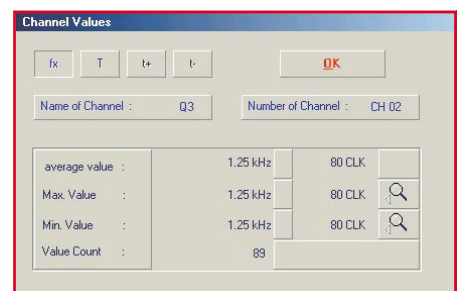

Bild 9: Nach Klicken auf das Fragezeichensymbol erhält man Informationen zum jeweiligen Signal
- Durch Klicken auf die rechts neben dem Signalverlauf angeordneten Fragezeichen erhält man nähere Informationen zum jeweiligen Signal, siehe Abbildung 9. Parameter, wie durchschnittliche Frequenz, maximale und minimale Frequenz etc., sind abrufbar.